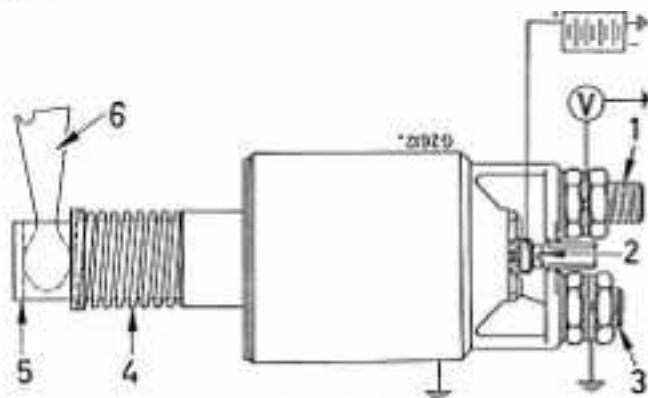

Bild 256
Batterie nach Bild 256 anschließen und Einrückhebel (6) provisorisch einstecken. Bei 8 Volt Spannung muß der Eisenkern (5) eingezogen werden.